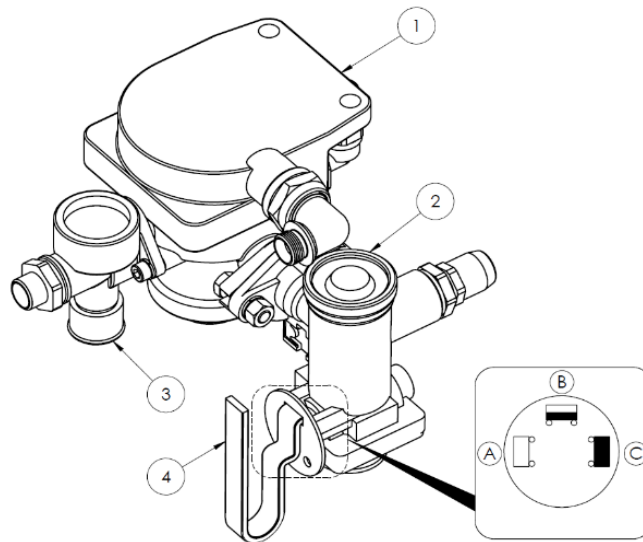

Abbildung 9. Steuerventil und Bremskraftregler für pneumatische Bremsen:
Der Bremskraftregler (Pos. 2) – vgl. Abbildung 9 - der im pneumatischen Bremssystem verwendet wird, passt die Bremskraft entsprechend der Beladung des Ladekastens an. Die Umschaltung in die entsprechende Betriebsart erfolgt manuell durch Ändern der Position des Hebels (4). Dies wird vom Bediener der Maschinen vor Fahrtantritt vorgenommen. Es stehen drei Betriebspositionen zur Verfügung: A) "UNBELADEN", B) "HALBLAST", C) "VOLLLAST".